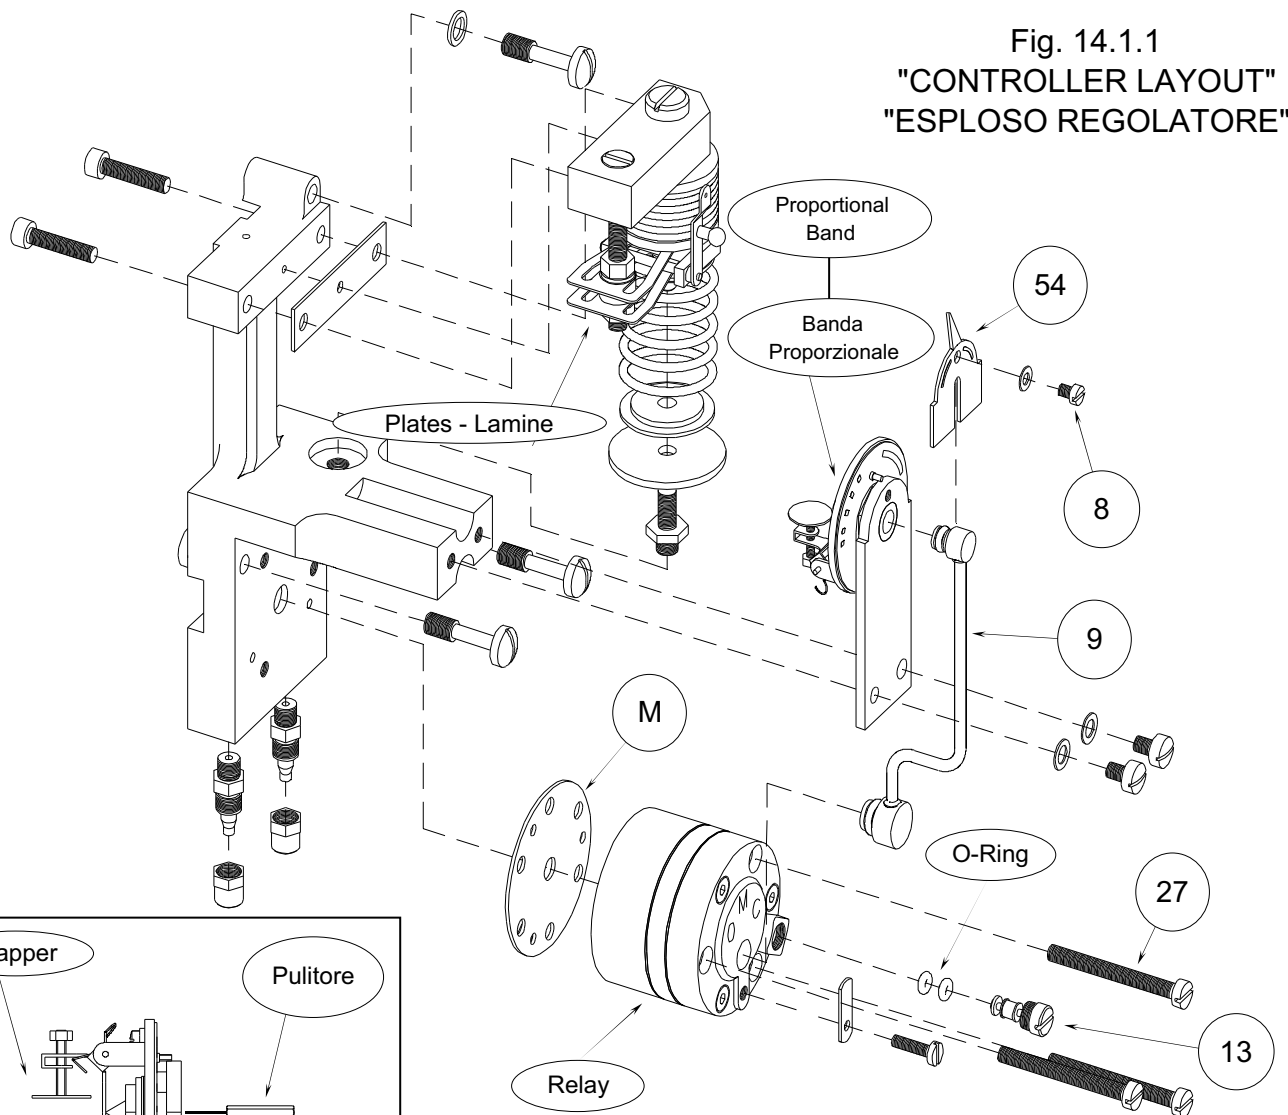

Fig. 14.2.2
Rimuovere la vite (8) Fig. 14.1.1 estrarre il quadrantino (54), il tubo (9) e pulire, come da Fig. 14.2.2, con l'apposito pulitore posto sul coperchio all'interno dello strumento. Durante questa operazione mantenere il flapper scostato dall'ugello, per evitare di scalfirlo. Prima di rimontare il tubo (9) lubrificare l' O-Ring di tenuta con un velo di grasso al silicone.
Unscrew the screw (8) (see Fig. 14.1.1). Remove the dial (54), the tube (9) and clean, as shown in Fig. 14.2.2, by means of the supplied steel wire situated inside the instrument. During this operation keep the oscillating plate away from the nozzle, to avoid scratching it. Before mounting the tube (9), we recommend lubricating the O-rings by applying a coat of silicone lubricant.